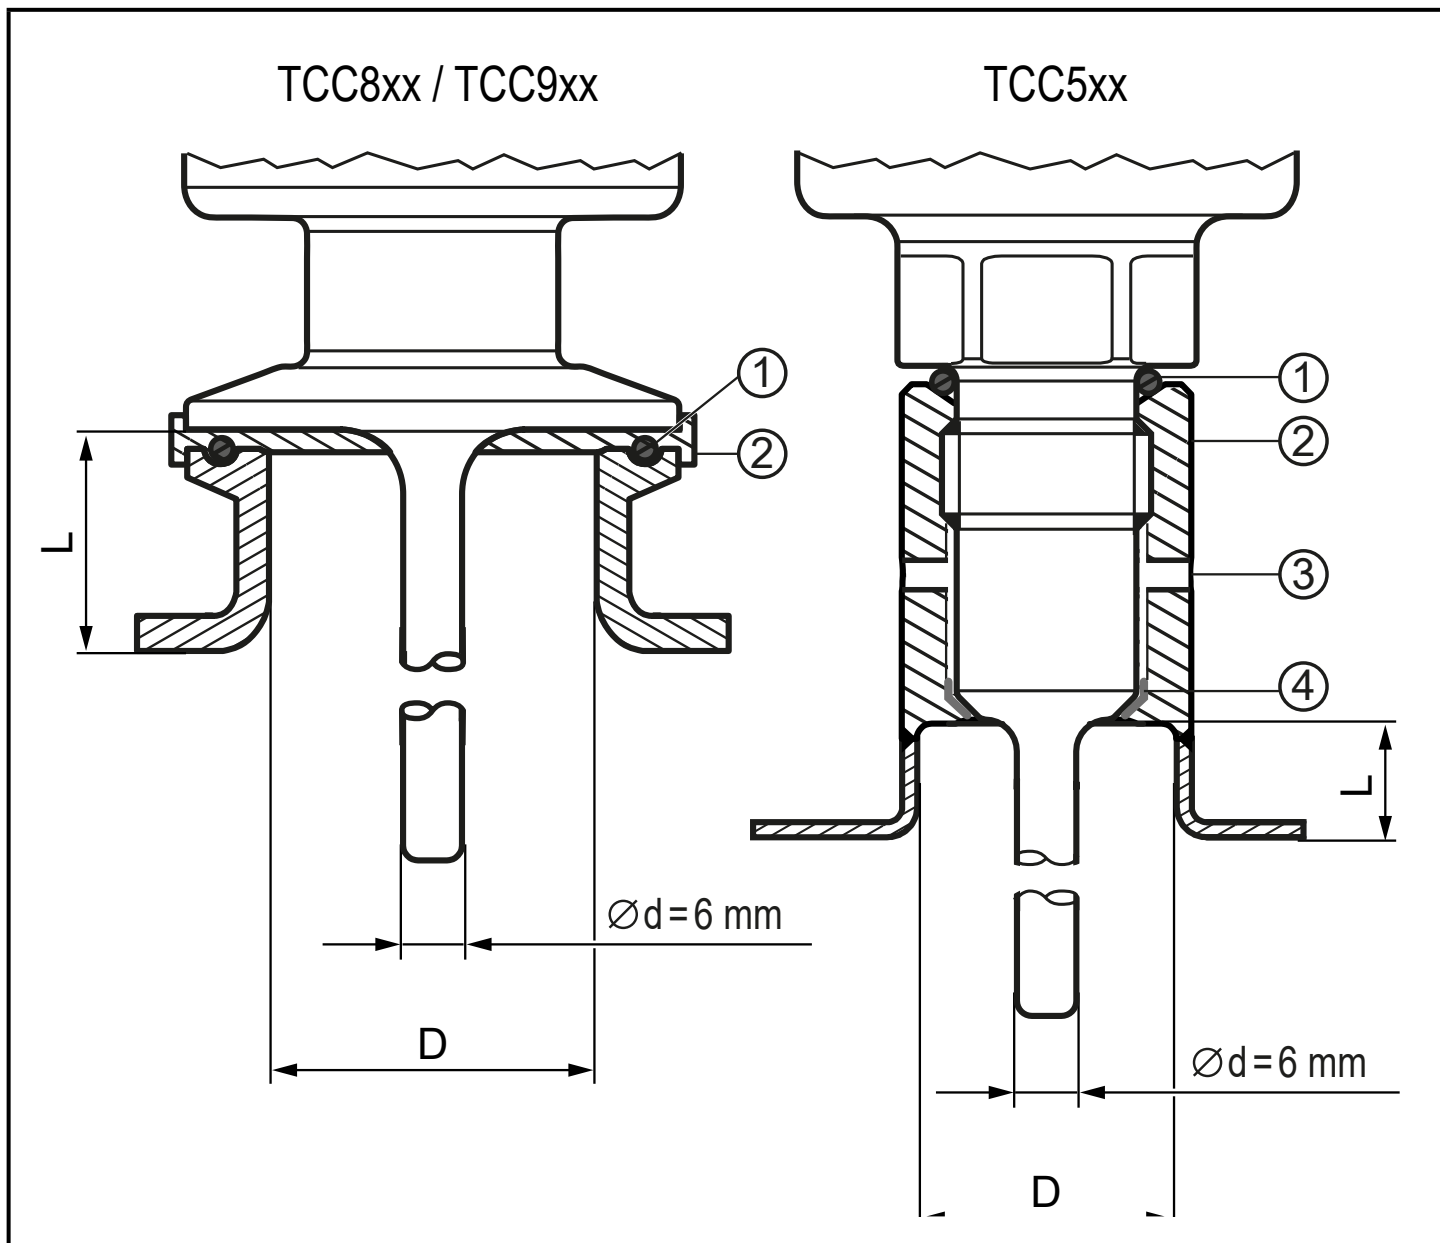

Рис. 1: установочные размеры для применения в соответствии с EHEDG
- ▶ Придерживайтесь размеров на рис. 1, чтобы избежать мертвого пространства: $L < (D - d)$.
Уплотнительное кольцо между корпусом и присоединением к процессу (рис. 1 → 6.2) может компенсировать переменную глубину установки и допуски и обеспечивает защиту от проникновения среды в область резьбы.